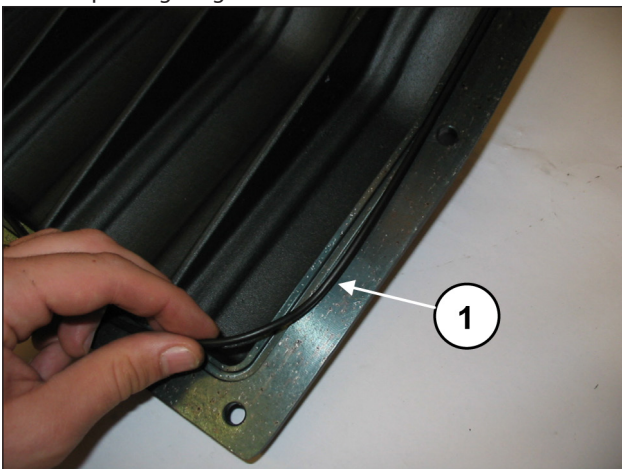
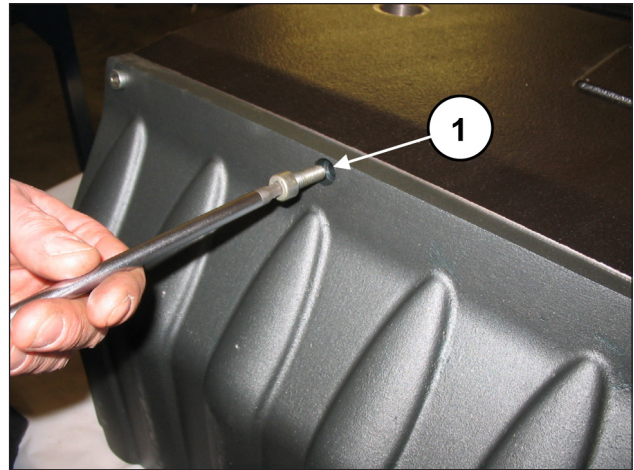

Abb. 92
Abb. 93
Setzen Sie den O-Ring in den hinteren Deckel ein (Pos. ①, Abb. 92) und befestigen Sie den Deckel am Gehäuse anhand von 10 Schrauben M8x20 (Pos. ①, Abb. 93). Eichen Sie die Schrauben mit einem Drehmomentschlüssel, wie in Kapitel 3 gezeigt.